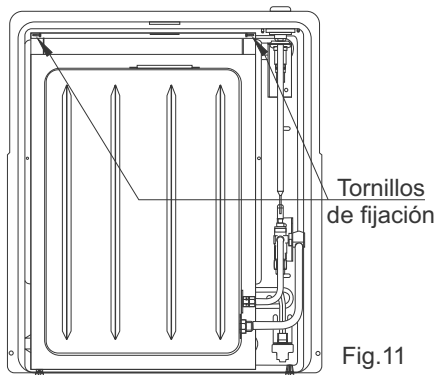

Fig.11
- En esa posición y controlando que el calefactor quede nivelado, marque en la pared la posición de los 2 orificios de fijación en la Espalda (Fig. 11). Retire el calefactor y haga las perforaciones en la pared para colocar los tarugos correspondientes.